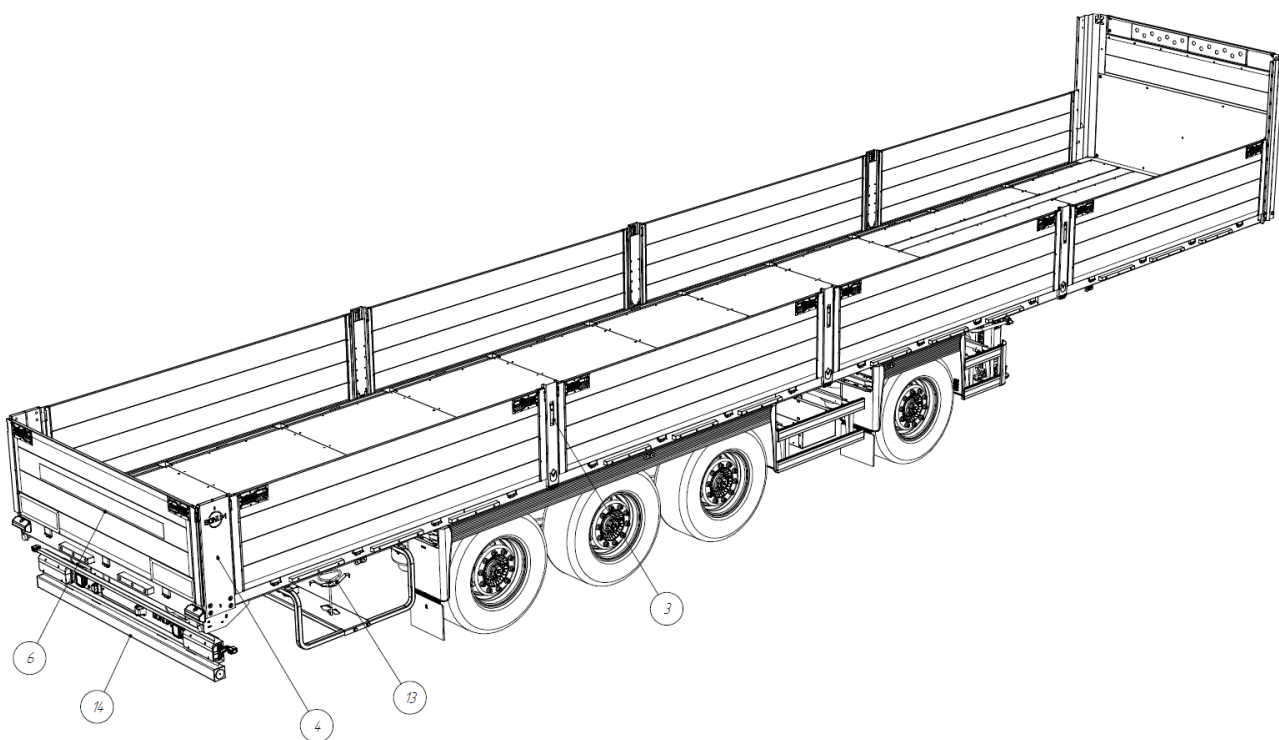

Рис. 1.1 – Общее устройство полуприцепа
Общее устройство² полуприцепа модификации 928111-13 приведено на рис. 1.1
На рис. 1.1 представлено общее устройство бортового полуприцепа и его основные элементы: рама (1), передний портал (2), боковые стойки (3), задние стойки (4), боковые борта (5), задний борт (6), опорное устройство (7), пневмоподвеска с осями и колёсами (8), система от разбрызгивания из под колёс (9), пульт управления пневмоподвеской (10), панель пневмо- и электророзеток (11) инструментальный ящик (12), корзина запасного колеса (13), заднее защитное устройство (14), боковая защита (15), настил пола (16)